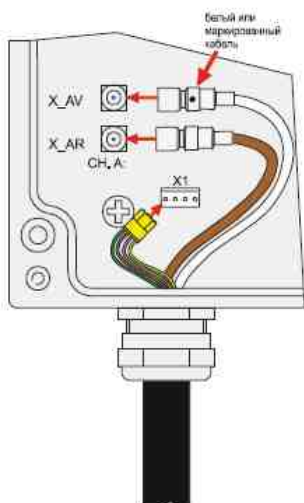

Рис. 7.3. Клеммы для подключения датчиков, подключение типа AS
- Вставить разъемы AMP-Quick и SMB в соответствующие гнезда (см. рис. 7. 2 и рис. 7.3).